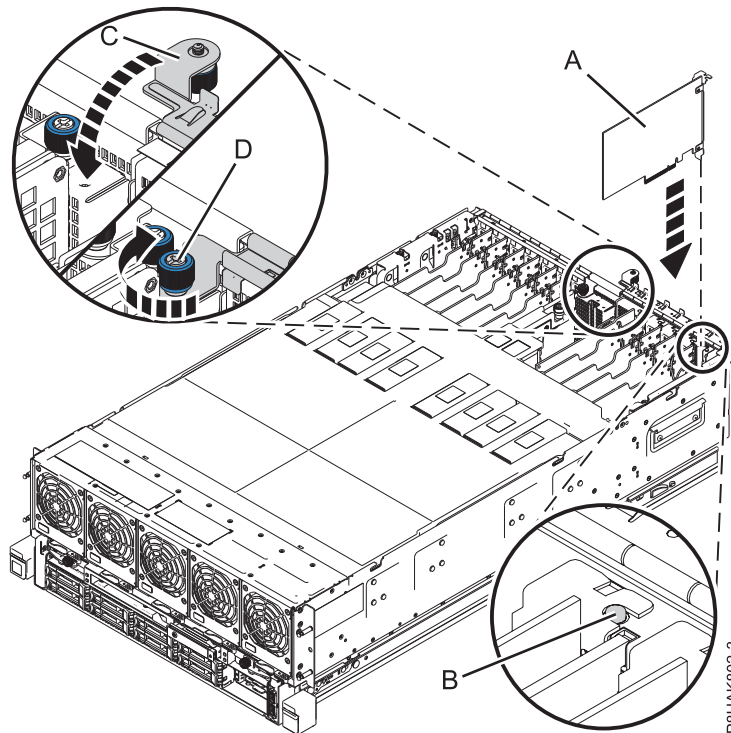

図 12. 8408-44E または 8408-E8E システムでのPCIe アダプターの取り付けまたは再取り付け
6. アダプターの上端またはテール・ストックを注意深く握り、図に示すように、システム・バックプレーン **(A)** のスロットとそのコネクタにアダプターを位置合わせします。 20 ページの図 12
9. テール・ストックの切り欠きがシステム・シャーシのピンとかみ合ったことを確認します。 20 ページの図 12 の **(B)** を参照してください。
10. 入出力保持ブラケット **(C)** を下方に回転させ、拘束つまみねじ **(D)** をシステム・シャーシに固定されるまで締めて、入出力保持ブラケットを閉じます。『20 ページの図 12』を参照してください。